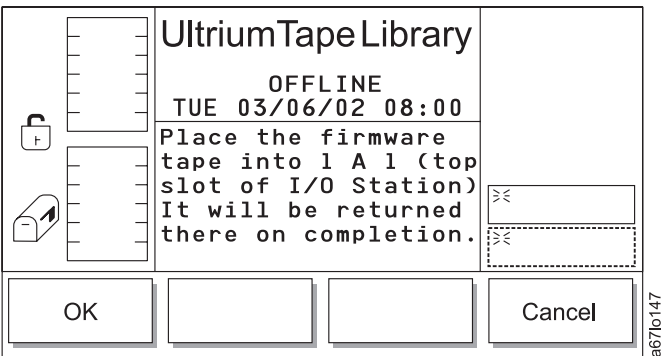

Abbildung 136. Dialog für Firmware-Aktualisierung
- Wird **Firmware Update** ausgewählt, erscheint der Dialog für Firmware-Aktualisierung (siehe Abb. 136 auf Seite 152).
Tabelle 85. Übersetzung von Abb. 136, Dialog für Firmware-Aktualisierung